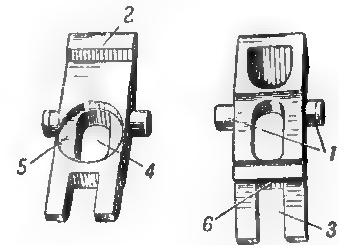

Рис. 34. Коромысло:
35. Коромысло (рис. 34) служит для удержания курка на боевом взводе. Оно имеет: цапфы для соединения со спусковой скобой; шептало для постановки курка на боевой взвод; нижний вырез для прохода конца спусковой тяги; овальное отверстие для прохода направляющего стержня боевой пружины; гнездо для упора конца боевой пружины и поперечный уступ для выступа спусковой тяги.